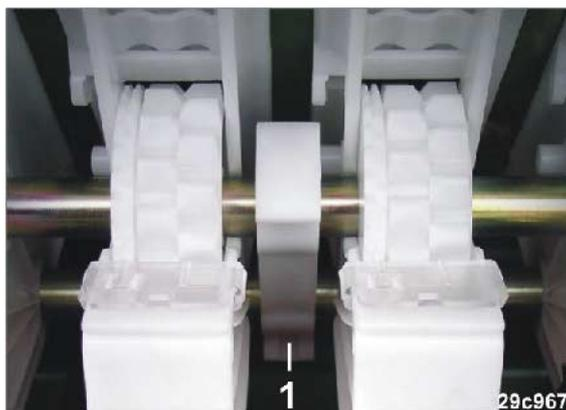

Fig. 234
3. Abrir los cojinetes de apriete de los ejes sembradores (Fig. 234/1).